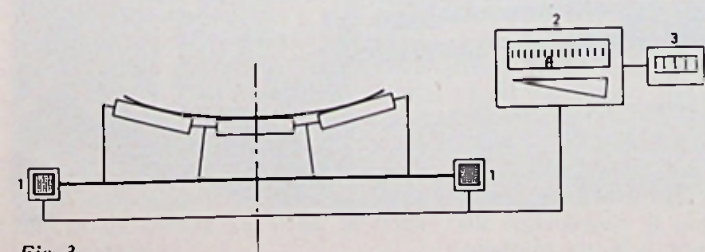

Fig. 3
3. Bij lopende banden met of zonder automatische compensatie van bandsnelheidsvariëaties (fig. 3).